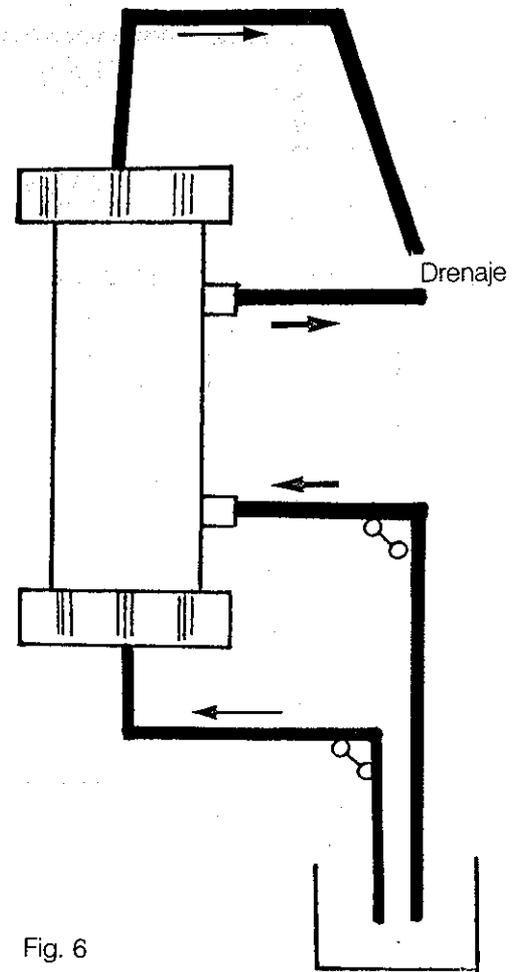

Fig. 6
**ACLARADO SIMPLE** (fig. 6) Hacer pasar por ambos compartimentos del dializador agua con lejía, para arrastrar los residuos hemáticos. Aclarado posterior.